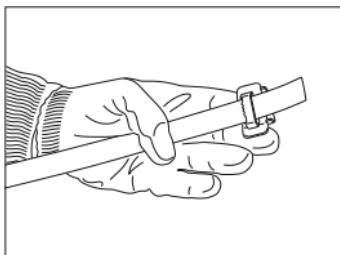
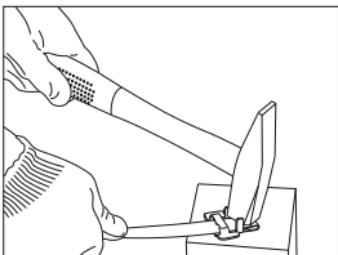

Рисунок 1
Рисунок 2
– конец ленты бандажной вставить в специальную скрепу СГ-20/СУ-20 (рисунок 1) и согнуть при помощи молотка (рисунок 2);